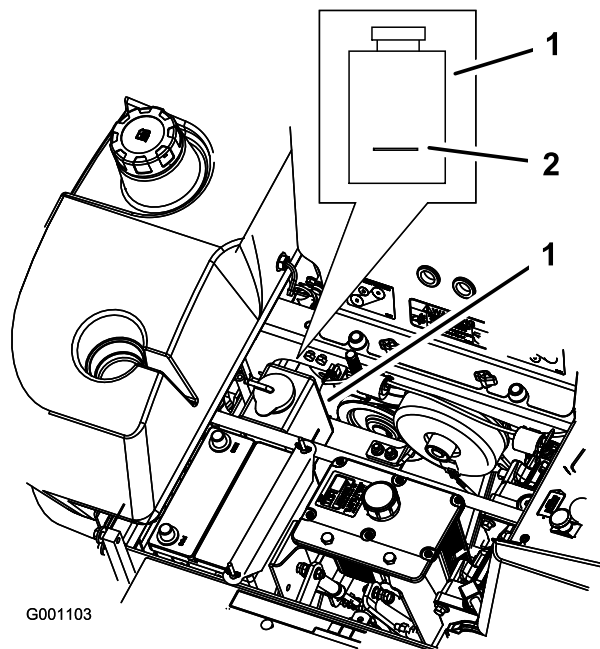

Figure 57
3. Lorsque le moteur est froid, vérifiez le niveau de liquide dans le vase d'expansion. Le liquide doit atteindre la bosse à l'extérieur du vase d'expansion (Figure 57).
4. Si le niveau de liquide est insuffisant, versez un mélange 50/50 d'antigel longue durée et d'eau dans le vase d'expansion (Figure 57).
5. Versez une quantité suffisante de mélange 50/50 dans le vase d'expansion pour atteindre le trait de repère (Figure 57).